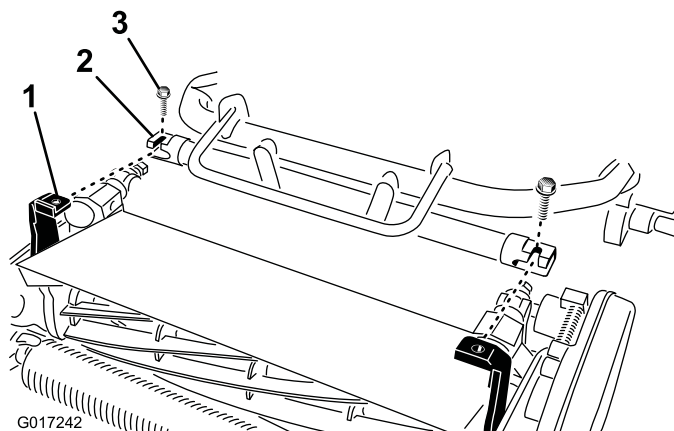

図 5
4. トラクションユニットのフレーム図5を前方に引き出してカッティングユニットのピボットアームに接続する。
5. トラクションユニットのフレームをカッティングユニットのピボットアームに固定する3/8 x 3/4 インチのボルト2本を使用する図5。